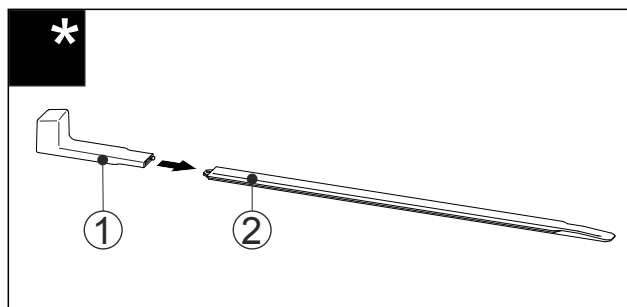

Fig. 47
- Nataknite montažnu ručku Fig. 47 (1) na tračnicu za niveliranje Fig. 47 (2).